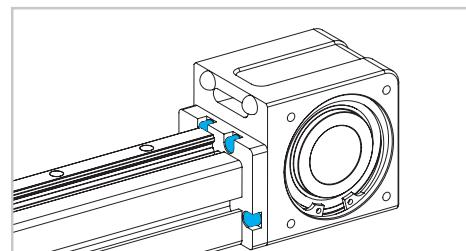

Abb. 8
- 5) Für Baugrößen 30 und 50: Lösen Sie die vier Schrauben an der Verbindungsplatte (Abb. 8).